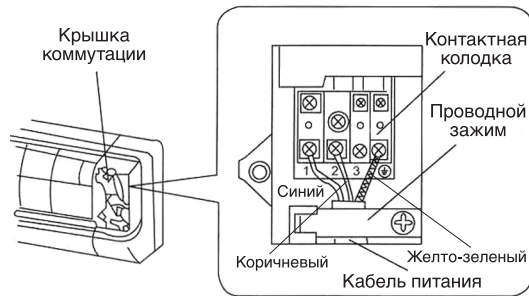

Рис. 3
4. Подключите синий провод кабеля питания к клемме "N(1)", коричневый - к клемме "2" и желто-зеленый (провод заземления) - к клемме  $\oplus$ , как показано на рис. 3.